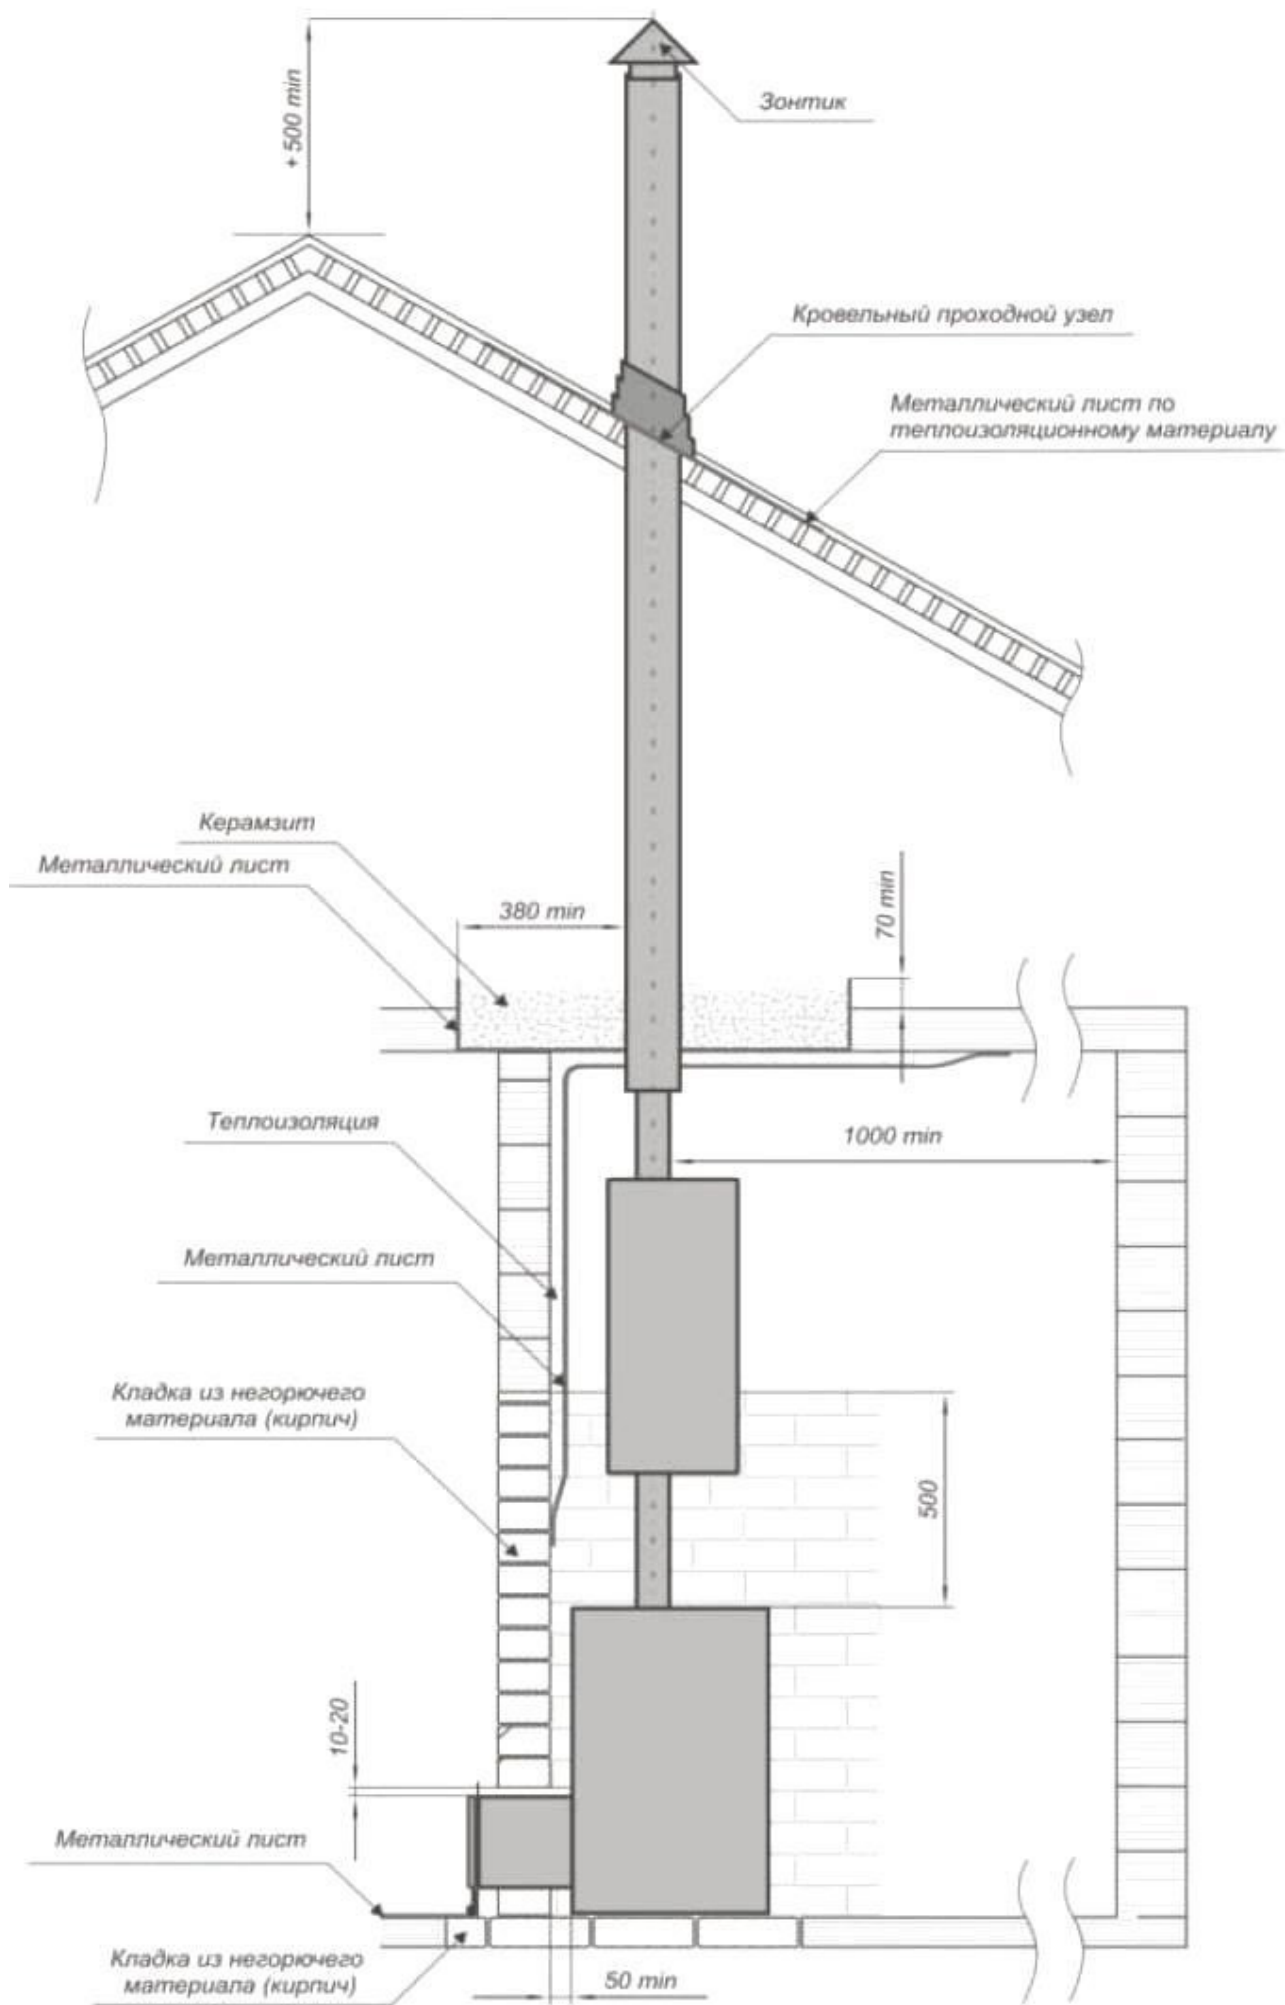

Рисунок 5: Установка банной печи («Волжанка», «Волжанка Порта»)
**Кирпичная кладка («Волжанка», «Волжанка Порта»):** оставьте между стенами и печью расстояние 50мм так, чтобы воздух мог циркулировать за печью и сбоку. Если печь установлена в нише стены, оставьте между ней и боковыми стенами расстояние 250 мм и 250 мм позади неё. Высота кирпичной кладки минимум 500мм (рисунок 5).